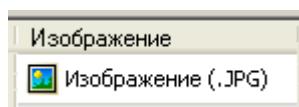

Рис. 4.11
5. В ячейке нажмите на кнопку **Применить** . При этом в ячейке появится индикатор изображения (Рис. 4.11).